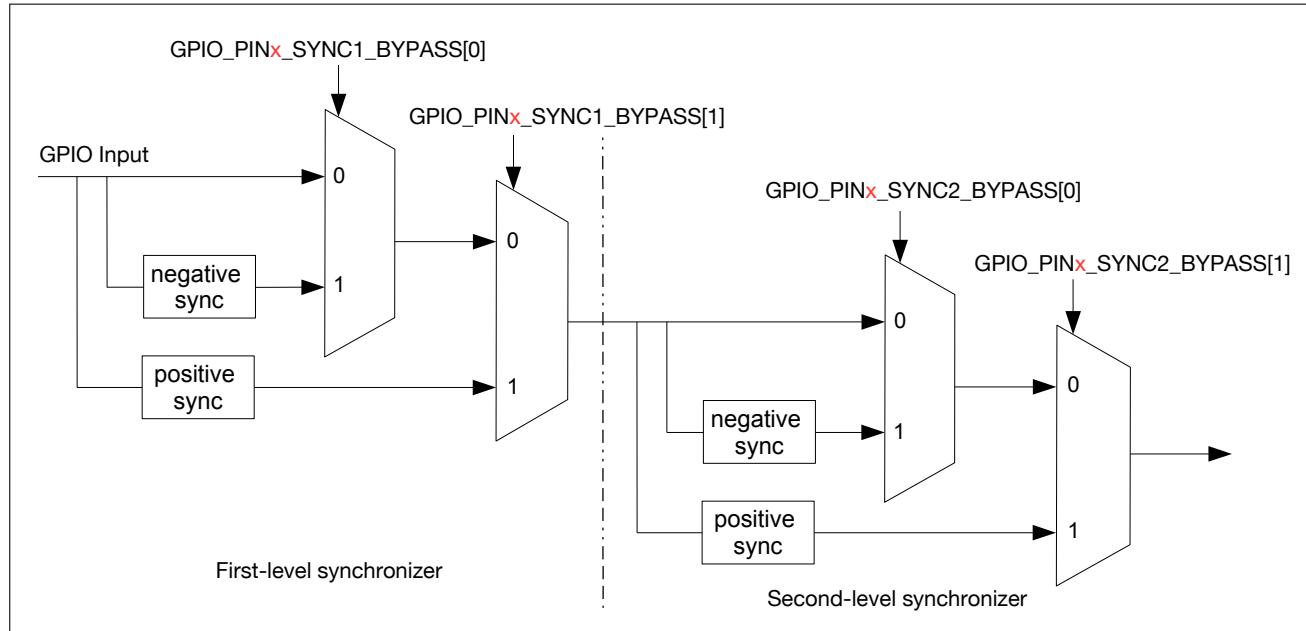

图 7.4-1. GPIO 输入经 IO MUX 运行时钟上升沿或下降沿同步
GPIO SYNC 模块的功能如图 7.4-1 所示。其中，negative sync 为 GPIO 输入经过 IO MUX 的运行时钟的下降沿同步，positive sync 为 GPIO 输入经过 IO MUX 的运行时钟上升沿同步。
- 如图 7.4-1 所示，配置 `GPIO_PINx_SYNC1_BYPASS` 使能输入信号在第一级同步中为上升沿或下降沿同步。
- 如图 7.4-1 所示，配置 `GPIO_PINx_SYNC2_BYPASS` 使能输入信号在第二级同步中为上升沿或下降沿同步。